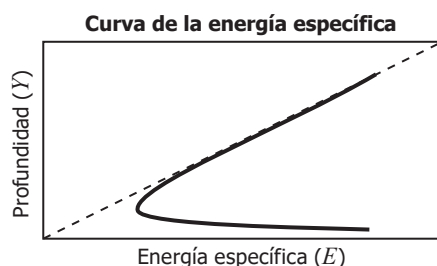

Figura 3
En el diseño de canales abiertos con flujo permanente y uniforme es indispensable conocer el régimen de flujo. Para ello se hace uso de la curva de energía específica (E) que se muestra en la figura 3.
Para un mismo valor de energía específica, existen dos profundidades llamadas alternas. Esto es evidente en la figura 3, si se observa que para cada valor del eje X (energía específica) se tienen dos valores en el eje Y .
- C** Esta opción no es válida dado que, a partir de la figura 3 no se puede deducir que en el punto de energía crítica el número de Froude es igual a 1.
- D** Esta opción no es válida dado que la figura 3 (curva de energía específica) impide deducir que no es posible el flujo crítico para un tipo de flujo permanente y uniforme.